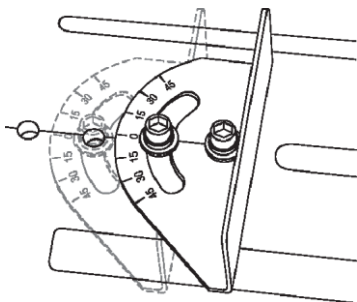

Fig 7
1. Retirez les vis d'assemblage du guide d'onglet avant et arrière à l'aide de la clé hexagonale de 8 mm fournie. (Figure 7)